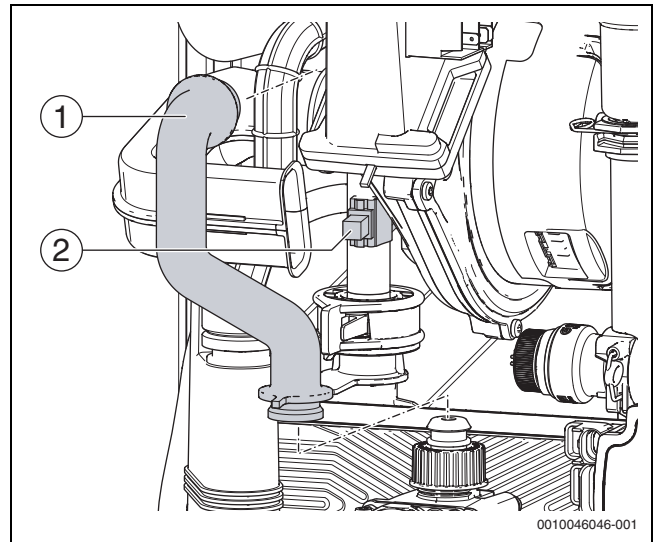

Fig. 129 Sustituir NTC en el tubo de retorno
- Ubicar el nuevo NTC en la superficie plana del tubo de impulsión (cerca de la entrada del intercambiador de calor) (→ fig. 129) (posición → capítulo 13.11, página 40).